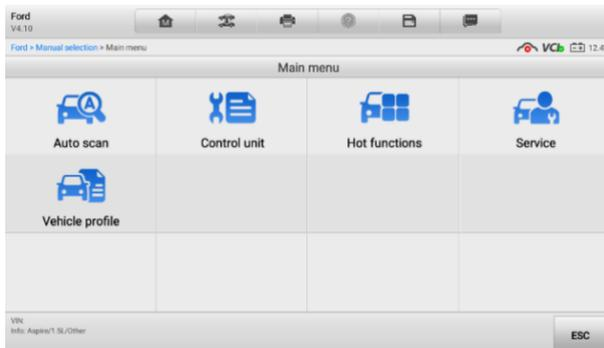

図4-2 車両診断画面
5. **[OK]** をタップします。車両は数秒以内に識別され、車両情報が確認されると、システムは車両診断画面に直接案内します。 (図 4-2 車両診断画面を参照)
車両診断画面 (図 4-2 車両診断画面) には、次の 2 つの主要セクションがあります。